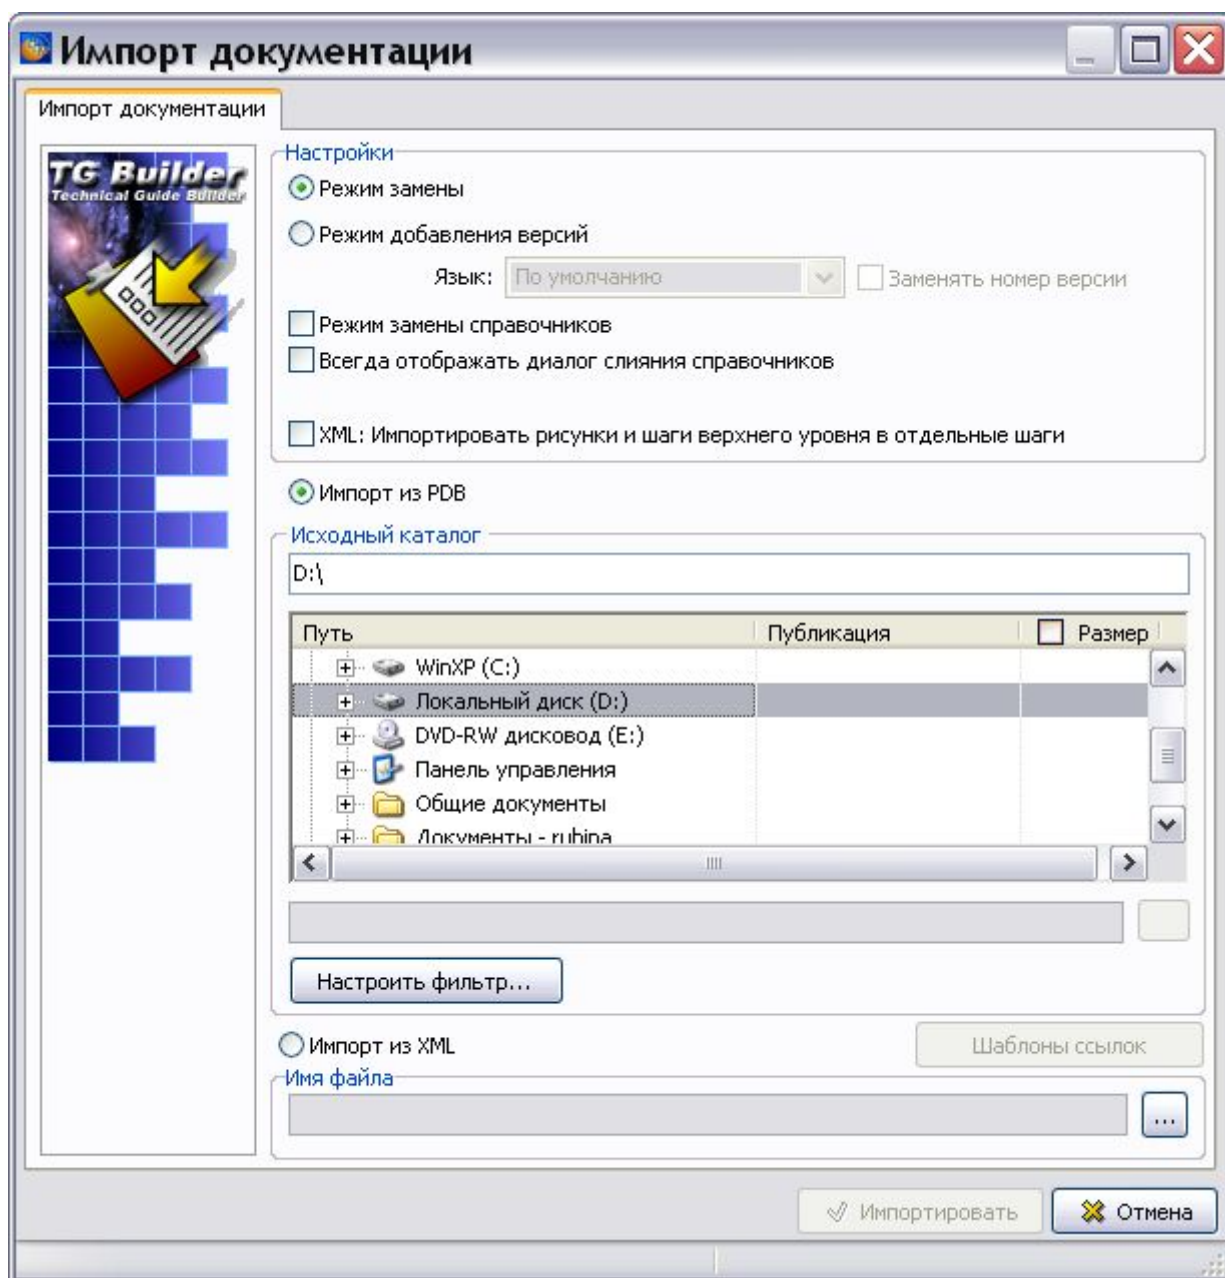

Рис. 8.94
4. В правой части диалогового окна **Структура раздела** нажмите на кнопку **Импорт** . При этом появится диалоговое окно **Импорт документации** (Рис. 8.94).